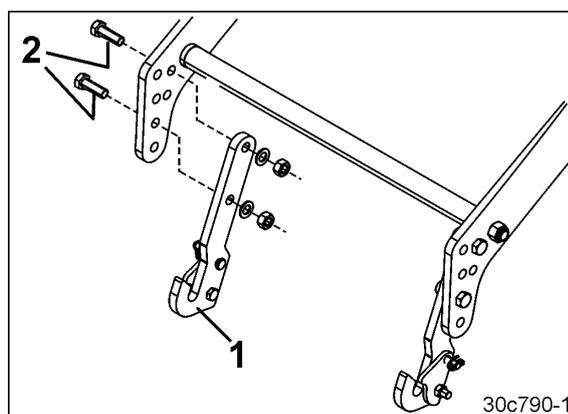

图 88
1. 将每个抓钩（图 88/1）各用两个螺栓（图 88/2）固定到升降框架上。